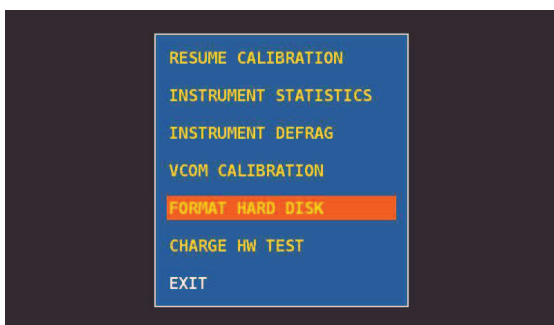

Figure 1: Menu selection
2. Appuyer pendant au moins 10 secondes **SIMULTANÉMENT** sur les 3 boutons mécaniques, **SPECT, PLAN et VOLUME** et attendre que le mesureur affiche le menu illustré dans la Figure 1 ;
3. Sélectionner "**FORMAT HARD DISK**" (figure 1), appuyer sur la molette (ENTER) et attendre l'exécution du processus ;